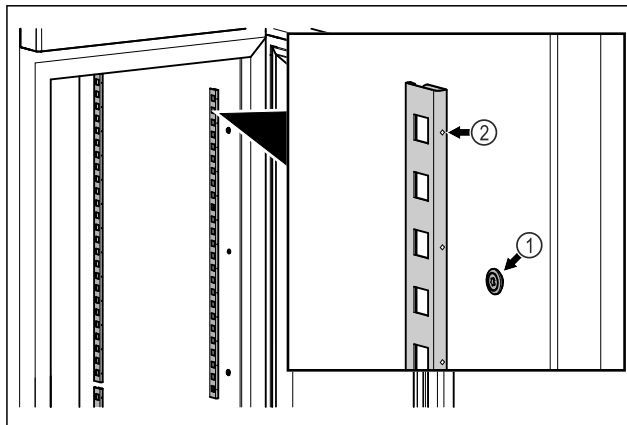

Fig. 48 Voorbeeld
- Vastzetstrips in de ophanging Fig. 48 (1) haken. Markering Fig. 48 (2) moet naar voren wijzen.